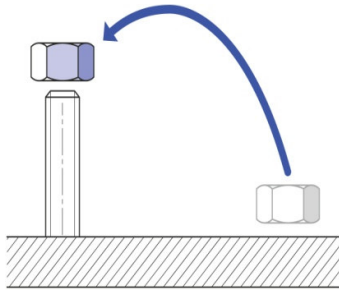

Figura 1
- a) Tomar una tuerca de un contenedor (a 50cm de la posición de reposo) y llevarla hasta una varilla roscada que está a 30cm del contenedor (figura 1), colocarla en la varilla y girar 2 ciclos con los dedos, hasta que la tuerca toque fondo (cada ciclo mueve, aproximadamente, 2cm los dedos). Tomar una llave fija que descansa a 50cm de la posición de la varilla (figura 2), trasladarla hasta la tuerca y realizar 2 ciclos de ajuste para terminar de afirmararla (cada ciclo mueve, aproximadamente, 20cm la mano en línea recta con una fuerza de 2daN/kg). Dejar la llave en la posición original y volver al reposo.